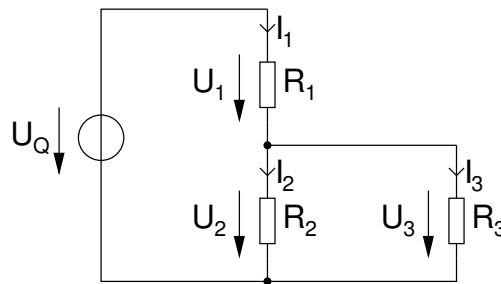

Abbildung 5: Spannungs-Stromteiler
In diesem Beispiel werden die Spannungsteiler- und die Stromteilerregel nachgemessen. Zu diesem Zweck sollen alle Ströme und Spannungen der in Abbildung 5 dargestellten Schaltung berechnet und anschließend gemessen werden.
4. Bauen Sie die Schaltung aus Abbildung 5 auf und messen Sie alle Ströme und Spannungen. Gibt es Unterschiede zwischen Theorie und Praxis? Wie sind diese zu begründen?